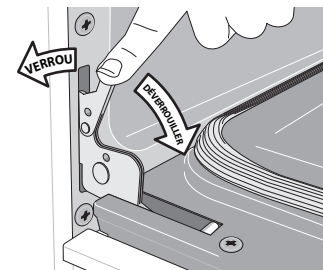
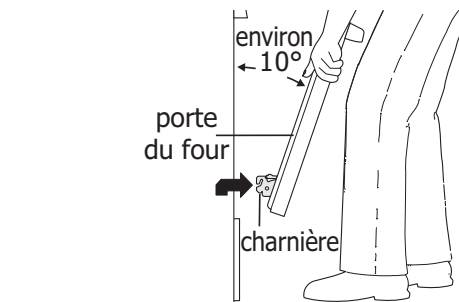

Figure 13 : Verrous des charnières de porte
Figure 14 : Soutien de la porte pour la dépose
3. Saisir fermement les deux côtés de la porte du four. Ne pas la soulever par la poignée (voir Figure 13).
4. Ouvrir la porte à un angle d'environ 10 degrés du cadre de porte (voir Figure 13).
5. Soulever les bras articulés hors des galets situés de part et d'autre du cadre de four (voir Figure 14).
1. Saisir fermement les deux côtés de la porte du four. Ne pas la soulever par la poignée (voir Figure 13).
2. Tout en tenant la porte au même angle que pour la dépose, asseoir le crochet du bras articulé sur les galets situés de part et d'autre du cadre de four (voir Figure 13 et Figure 14). Le crochet du bras articulé doit s'asseoir fermement sur les galets.